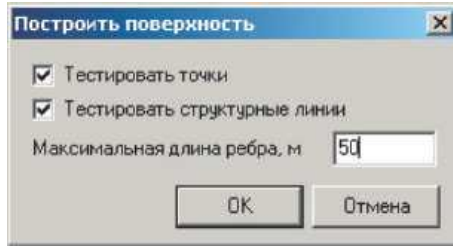

Рис.2. Элемент меню «Поверхность – Построить»
6. Выполнить построение цифровой модели рельефа [1] (рис. 2).